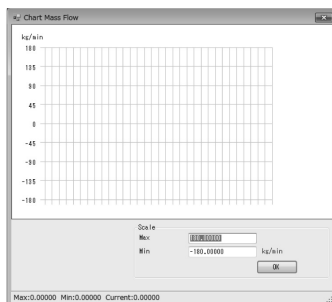

図20
- ③ ツールバーの Ma_{ss} ボタン、またはメニューの「Chart and Recording」-「Chart」-「Mass Flow」をクリックすると図20のウィンドウが表示され、Mass Flow（質量流量）のチャート表示を行います。